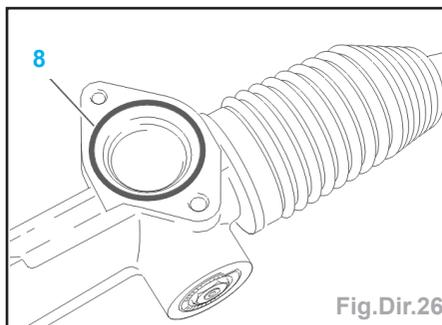

Fig.Dir.26
- En butée de crémaillère, continuer de tourner jusqu'à extraction de la valve (7) du carter (l'hélice du pignon fera remonter la valve).
- Déposer le joint torique (8) (Fig.Dir.26).